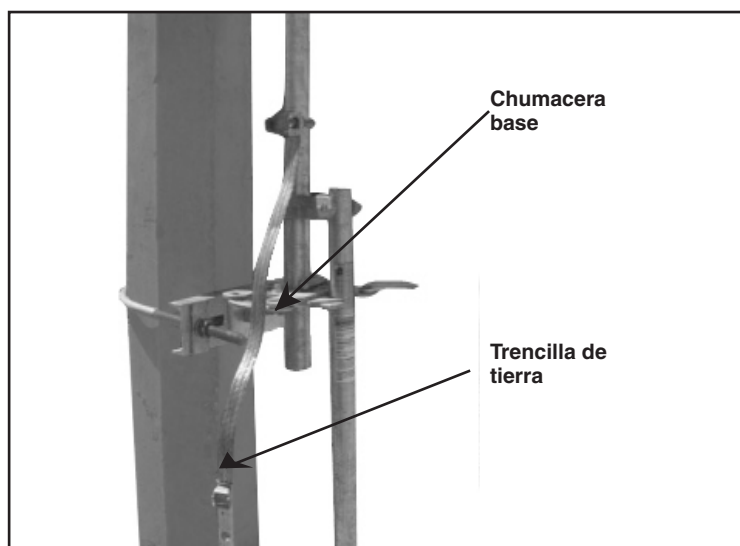

Figura 22. Fijación de la chumacera base.
Deslice la chumacera base en la sección de tubo más baja y sujétela al poste usando un tornillo “U” con su respectiva tortillería; en la posición que se muestra en el plano de montaje (PM). Vea la Figura 22. Al mismo tiempo, utilice uno de los tornillos de montaje para fijar un extremo de la trencilla de tierra (el que tiene el conector a tierra instalado) al ensamble de la chumacera Guía. ◀